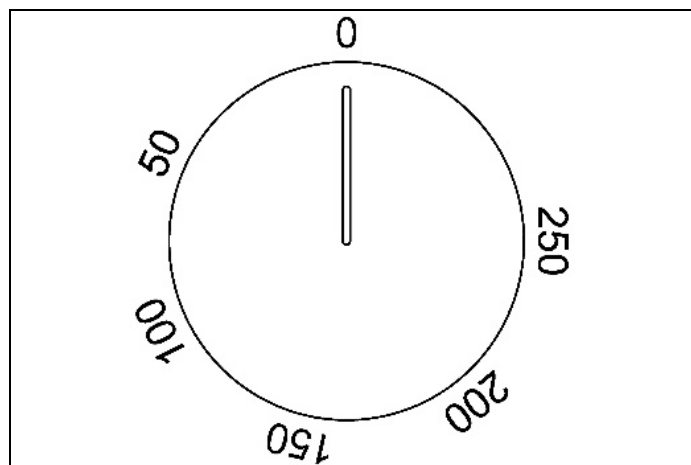

Fig. 18
Ruotando in senso orario la manopola (Fig. 18), allineare la temperatura prescelta che si trova sulla ghiera con l'indice serigrafato sul frontalino. L'intervento del termostato è segnalato dalla spia arancione la quale si spegnerà quando la temperatura interna del forno avrà superato di 10 °C quella impostata, e si accenderà quando scenderà di 10 °C sotto la temperatura impostata. Il termostato può comandare le resistenze forno solamente se il commutatore a cui è abbinato si trova in una delle possibili modalità di funzionamento delle resistenze forno; nel caso che il commutatore sia sulla posizione 0, il termostato non ha più nessuna influenza sulle resistenze forno le quali rimangono disinserite.
- Ruotare la manopola della temperatura (Fig. 18) in senso orario per selezionare la temperatura desiderata. La luce arancione si spegne una volta che il forno ha raggiunto la temperatura scelta ed è pronto per l'uso. È normale che questa luce si accenda e si spenga durante la cottura, poiché indica che gli elementi riscaldanti funzionano per mantenere costante la temperatura. (Il funzionamento del forno è indicato dal display del programmatore)